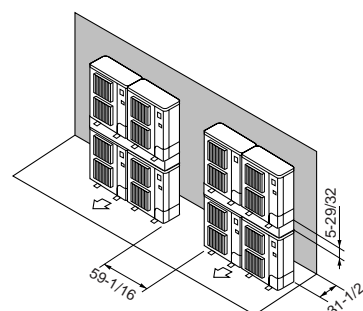

Fig. 2-14
- ⑦ Disposición de unidad apilada (Fig. 2-14)